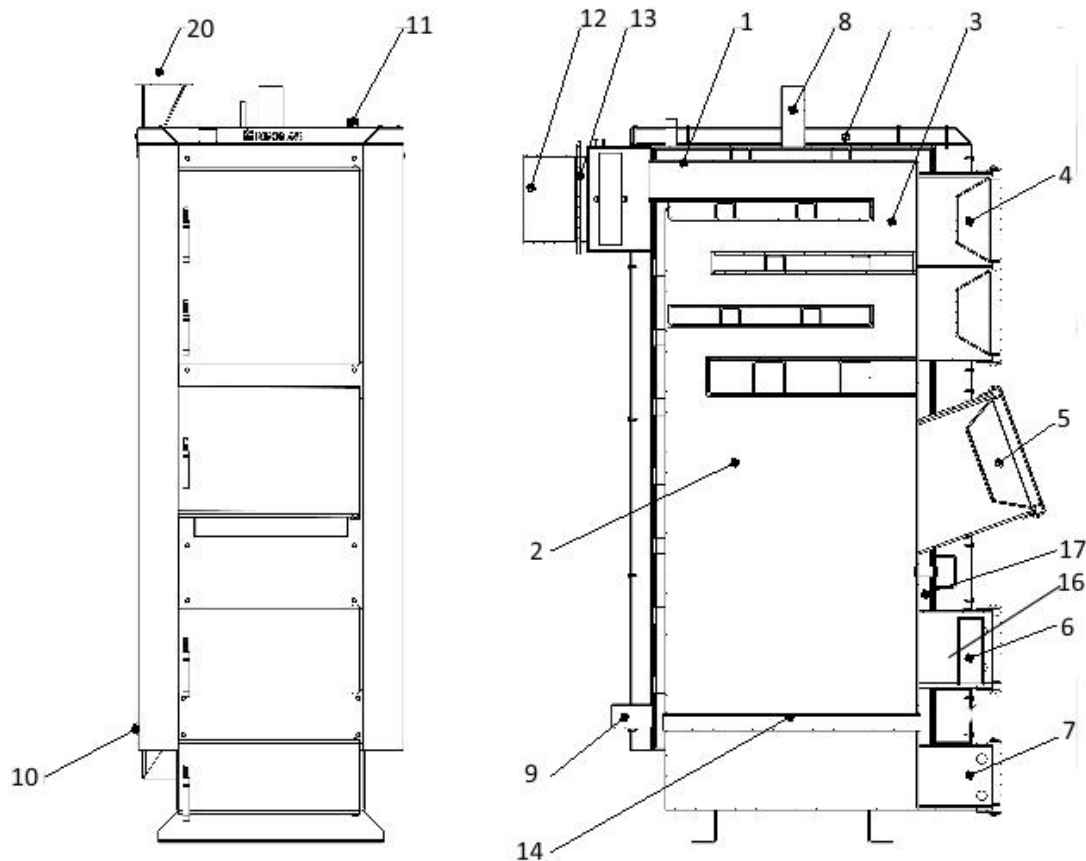

Рисунок 5.1 – Зовнішній вигляд та основні елементи котла типу КТН та КТНр
Конструктивно котел являє собою збірно-зварену конструкцію, що складається з корпусу (поз. 1, рис. 5.1) з камерою згоряння (топкою) (поз. 2, рис. 5.1). Над топкою розташована конвекційна частина котла (поз. 3, рис. 5.1), що являє собою високоефективний чотирьохходовий теплообмінник.
Корпус котла виконаний в формі паралелепіпеду з подвійними стінками, які розділені водними перегородками (поз. 17, рис. 5.1). На зовнішній поверхні корпусу під декоративною обшивкою закріплена теплова ізоляція. (поз. 18, рис. 5.1). Паливо для процесу спалення завантажується на колосникові ґрати (поз. 14, рис. 5.1) крізь завантажувальні дверцята (поз. 5, рис. 5.1). Колосникові ґрати виконані з товстостінних безшовних труб по яких постійно циркулює вода з водяної оболонки котла, що унеможливорює їх прогорання. Згоряння палива в топці відбувається за участю повітря, яке постачається під колосникові ґрати припливним вентилятором (поз. 20, рис. 5.1). Кількість повітря, необхідного для процесу згоряння, регулюється автоматично блоком автоматики управління (поз. 19, рис. 5.1).
Підведення і відведення теплоносія здійснюється відповідно через патрубки зворотної мережної води (поз. 9, рис. 5.1) і прямої мережної води (поз. 8, рис. 5.1).
Топочні гази виходять у димохід крізь боров (поз. 12, рис. 5.1), розташований у задній частині котла. Боров обладнано вбудованим дросельним клапаном продуктів згоряння – шибером (поз. 13, рис. 5.1). У випадку надто високої тяги у димоході шибер дає можливість її знизити шляхом часткового перекривання вихідного отвору борова.
У верхній частині корпусу котла розташований штуцер для встановлення групи безпеки котла (поз. 11, рис. 5.1).
На бічній стінці корпусу у нижній її частині розміщено штуцер для зливу води з котла (поз. 10, рис. 5.1).
- дверцята для періодичного обслуговування (чищення) конвекційної частини котла (поз. 4, рис. 5.1);
- ревізійний дверцята (поз. 6, рис. 5.1) для періодичного чищення колосникових ґрат;
- дверцята зольника (поз. 7, рис. 5.1) для можливості спорожнення зольника.